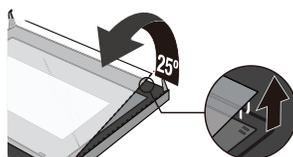

Figura 4
4. Separe el vidrio con cuidado levantándolo aproximadamente 25°.(Figura 4)